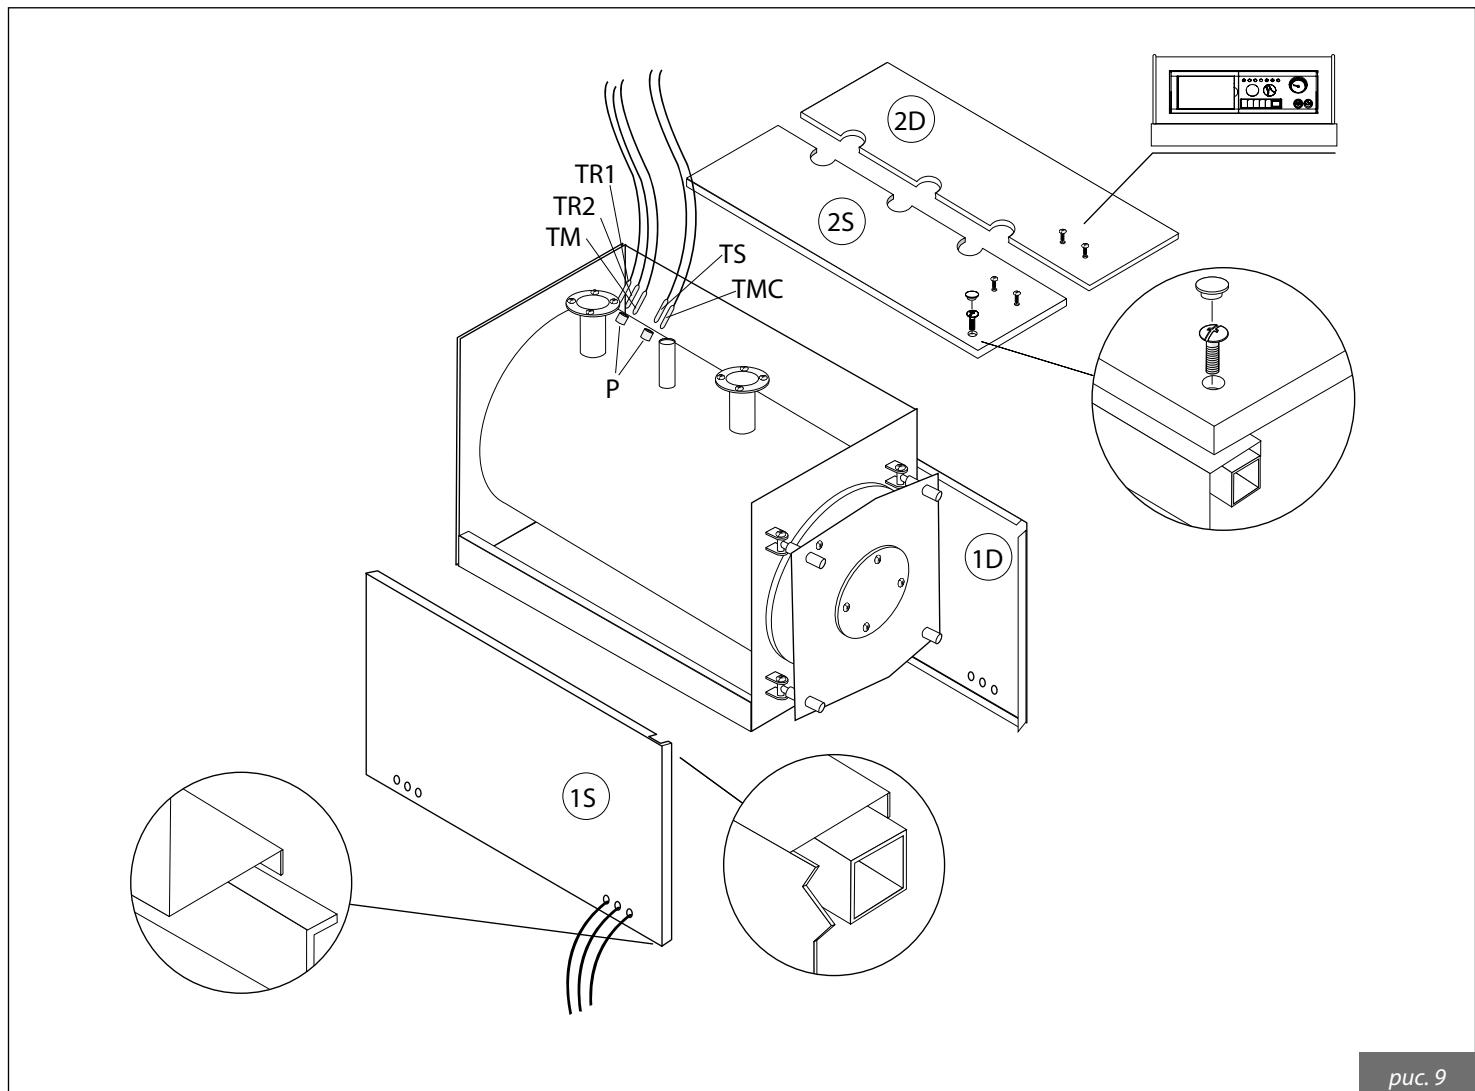

рис. 9
### 4.1. Обшивка котла панелями для RODI DUAL и RODI DUAL HR 70÷400 (рис. 9)
- f) Закрепить верхние панели винтами и закрыть проходные отверстия заглушками (см. рис. 9).